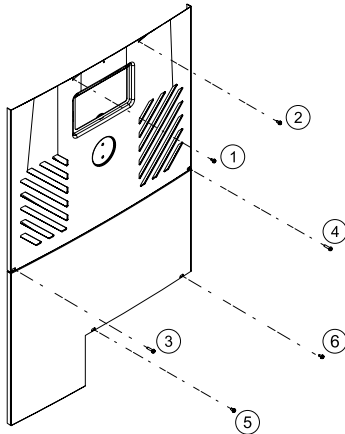

Figure 61. Vis à tôle pour retirer le panneau de commande
Pour intervenir sur les composantes internes du boîtier, retirez le panneau de commande et le panneau de service (Figure 61) pour accéder (1) au compresseur, (2) à l'échangeur de chaleur, (3) à la vanne d'expansion thermique (TXV), (4) à la vanne d'inversion ou à l'électrovanne (le cas échéant), (5) au débitmètre (le cas échéant) et (6) aux sondes et capteurs (eau, air ambiant et serpentin). Pour y accéder, procédez comme suit:
2. Retirez le capot du panneau de commande avant de l'appareil en dévissant les six (6) vis à l'aide d'un tournevis à tête hexagonale 1/4 po. Consultez Figure 61.